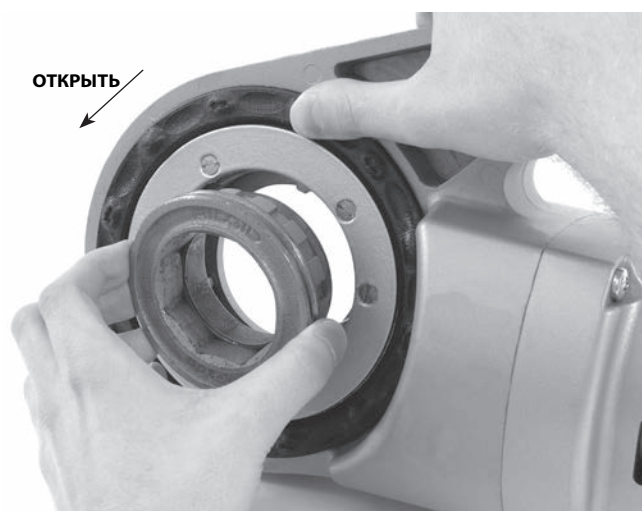

Рис. 8 – Установка переходника в силовой привод 690-I
- b. При необходимости вставьте переходник в силовой привод 690-I (Рис. 8).